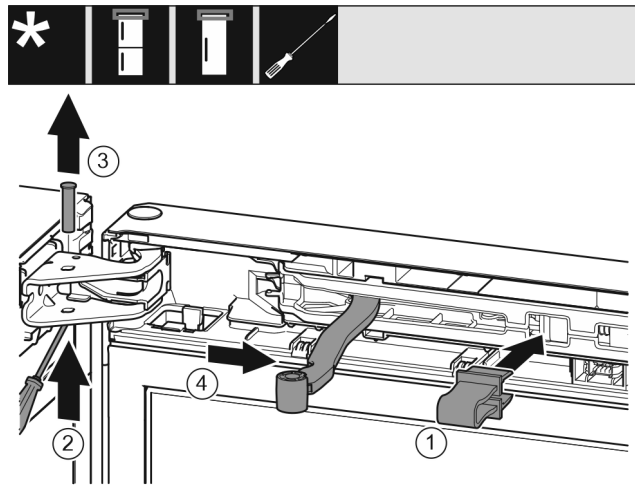

Fig. 9
- Kapni siguresën në vrimën përkatëse. Fig. 9 (1)
- Shtyni jashtë bulonin me një kaçavidë. Fig. 9 (2)
- Nxirreni jashtë bulonin duke e ngritur lart. Fig. 9 (3)
- Rrotulloni menteshën në drejtimin e derës. Fig. 9 (4)